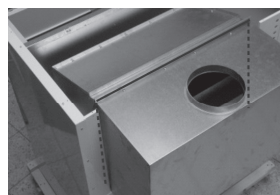

Рис.7
3. Вытянуть часть прерывателя тяги и повернуть его так, что горловина дымохода было в направлении вертикально вверх. Установите часть прерывателя тяги в переходник и закрепите с помощью 10 саморезных винтов. Линия на рис.7 изображает соединение двух частей прерывателя тяги.